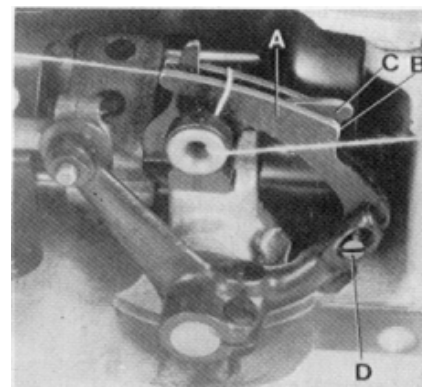

Fig.13
On the two thread double locked stitch styles, the height of the looper thread take-up (A, Fig. 13) is set so, that the cast-off hook (C) forces the looper thread over the corner (B) of the looper thread take-up (A) at the time the point of the descending needle is flush with the lower edge of looper or projects up to 1 mm (.040") below the lower edge of looper.
For setting the looper thread take-up loosen screw (D, Fig. 13). When needle point is positioned above the lower edge of looper, the looper thread take-up (A) has to be raised accordingly. When the needle point is positioned more than 1 mm (.040") below the lower edge of looper, the looper thread take-up (A) has to be lowered accordingly. Retighten screw (D).
En las maquinas de costura de doble cadeneta de dos hilos, se ajusta la altura del alimentador del hilo del looper (A, Fig. 13) en tal manera para que el gancho (C) del alimentador del hilo del looper suelte el hilo sobre el canto (B) del alimentador (A) en el momento cuando la punta de la aguja coincida con el borde inferior del looper o pase hasta 1 mm (.040") debajo el borde inferior del borde del looper. Enhebre el hilo del looper, gire el volante en sentido de operación y memorice la posición de la punta de la aguja referente al looper en el momento cuando el gancho del alimentador (C) suelte el hilo sobre el canto (B).
Para ajustar el alimentador del hilo del looper suelte el tornillo (D, Fig. 13). Si la punta de la aguja se encuentra por encima del borde inferior del looper, hay que ajustar el alimentador (A) hacia arriba. Si la punta de la aguja se encuentra más que 1 mm por debajo del borde inferior del looper, hay que bajar el alimentador (A) adecuadamente. Apriete el tornillo (D) otra vez.